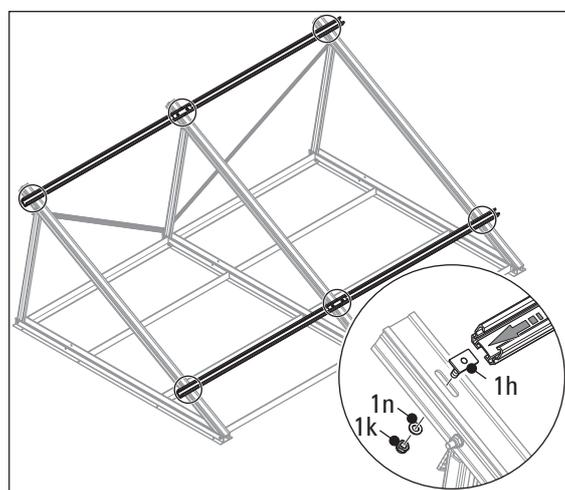

Fig. 3-12 Montage des rails de profilé de montage, 2ème étape
15. Montez les rails de profilé de montage inférieur et supérieur à l'aide des connecteurs à visser (coulisseaux (pos. 1h), mettez en place les rondelles (pos. 1n) et les écrous hexagonaux avec denture de blocage (pos. 1k)). Prenez en compte la distance ( $Y_2$ ) jusqu'au bord inférieur du rail d'appui et celle ( $Y_1$ ) séparant les rails de profilé de montage (voir tab. 3-1 et fig. 3-12).